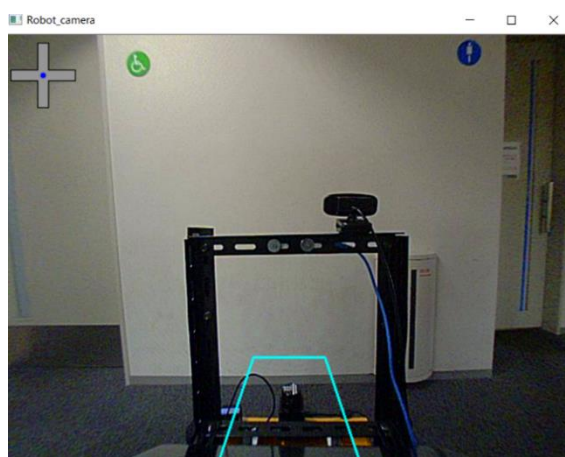

図 4-22 障害物非接近時のカメラ映像表示
2. 操作情報表示 RTC を Activate すると、PC 上にすべての操作情報がオーバーレイ表示されたカメラ映像が表示される。図 4-22 のように、車幅延長線とジョイスティック入力量が表示される。LRF と測距センサの距離データは接近時のみ表示される。